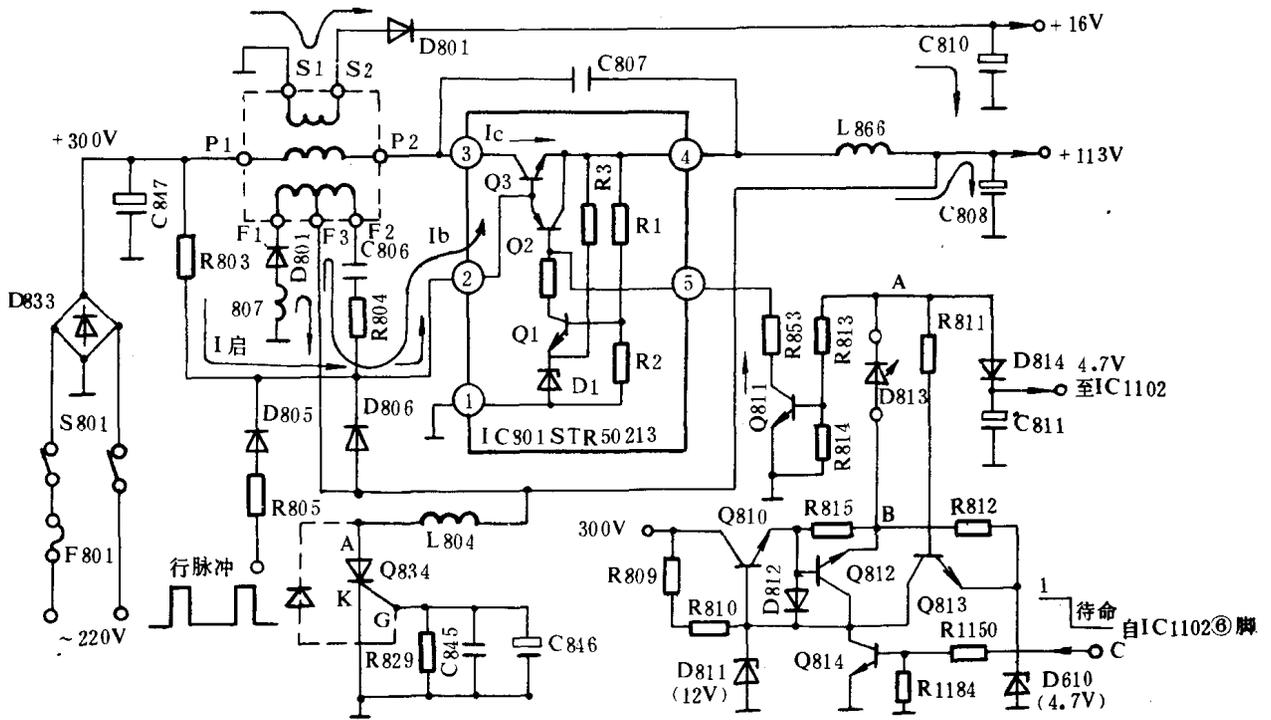

图 1-2 电源电路图
电源由两部分组成。由 D833、C847、T801、IC801、C808、Q834 等元器件组成的是主开关电源。另一路电源是在遥控关机即待命状态时向微处理器供电的辅助电源。它是由 R809、R810、D811、Q810、R815、D813、D814 等元器件组成。辅助电源只是在有遥控的机型中采用,因此无遥控的机型这部分电路是没有的。两部分的电路原理图见图 1-2。
M15L 机芯的开关电源过压保护是由 Q834、R829 等组成的。可控硅 Q834 内有一只稳压值为 120V 的稳压二极管跨接在阳极 A 和控制极 G 之间(见图 1-2 中虚线)。平常开关电源输出电压正常值为 $113V \pm 1V$,它低于 Q834 内的稳压二极管导通电压。稳压二极管截止,Q834 不起控。当输出电压大于 120V 时,Q834 内的稳压二极管导通,Q834 可控硅控制极得以触发从而使 Q834 导通,将输出电源短路,迫使 IC801 停止振荡,从而起到过压保护的目。
M15L 机芯的遥控待命状态是由 IC1102 的第⑥脚发出的。此时,图 1-2 中的 C 点将由正常状态的高电平变成待命状态的低电平。Q814 因此由饱和状态转成截止状态。Q810 导通工作,其射极输出电压取决于 D811 的稳压值。该电压通过 R815、D813,一路使 Q811 饱和,IC801 停止工作;另一路通过 D814 向微处理器 IC1102 等电路提供电源。该部分即待命状态的辅助电源。图 1-2 中 Q812 是辅助电源负载短路保护三极管。若 A 点或 B 点或 4.7V 的负载因故与地短路,由于 Q812 的集电极上有 D811 稳压二极管,所以 Q812 集电极的电压在 Q812 未导通时,也就相对不变(12V)。当 A 点、B 点的电位下降,流过 R815 的电流增大,即相当于将 Q812 的基极电位提高,Q812 因此饱和并导致 Q810 截止,停止输出电压,从而达到短路保护的目。与此相对应,图 1-2 中的 Q813 是过压保护三极管。当 A 点的电位升高过多时,Q813 饱和,将 D610 并在 D811 上。而 D610 的稳压值是 4.7V,它小于 D811 的稳压值 12V,这样 Q810 的基极偏置削弱,导致输出电压下降,从而起到过压保护的目。